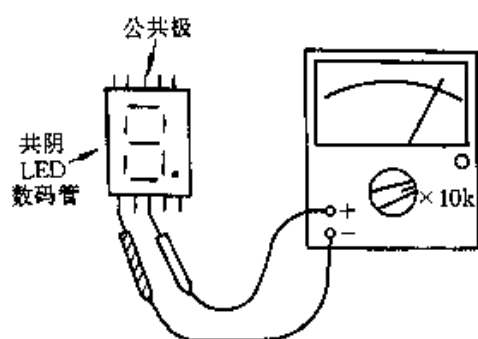

图 2-207
④ LED 数码管一般有 10 个引脚,上、下中间的引脚相通,为公共极。其余 8 个引脚为 7 段笔画和 1 个小数点。对于共阴数码管,将万用表红表笔接公共极,黑表笔依次分别接各笔段进行检测,如图 2-207 所示;对于共阳数码管,将万用表黑表笔接